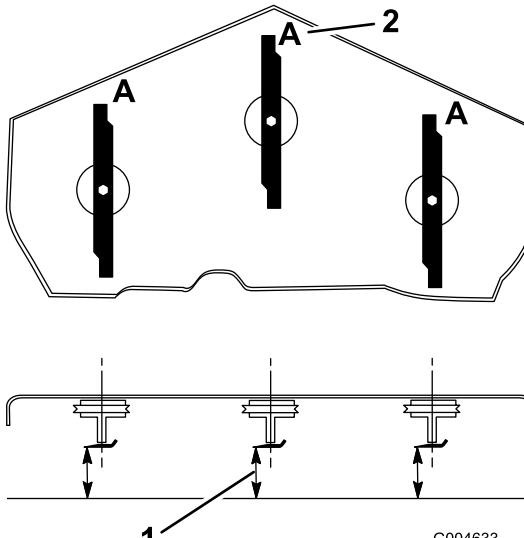

Figura 66
3. Girate le lame fino a disporle in parallelo con la lunghezza della macchina (Figura 66). Misurate da un piano orizzontale fino al tagliente delle lame, posizione A, (Figura 66). Prendete nota di questa misura.